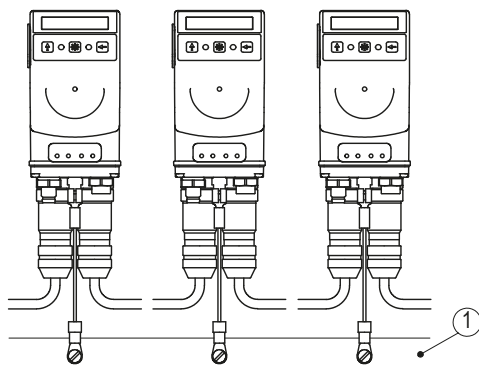

Abb. 3: Erdungsschiene
Zum Schutz vor Störungen müssen die Schirme der Signalleitungen und Netzleitung beidseitig angeschlossen werden. Potentialunterschiede führen zu unzulässigen Strömen auf dem Schirm. Den Erdungsanschluss ⑤ zwischen den Anschlusssteckern auf das Schutzleiterpotential legen (siehe Abb. 2). Verwenden Sie dazu 6.3 mm Flachstecker mit kurzer Litze 2.5 ... 4 mm2 (nicht im Lieferumfang). Bei mehreren Positionsanzeigen wird empfohlen die Erdung auf eine Erdungsschiene ① anzuschließen (siehe Abb. 3).